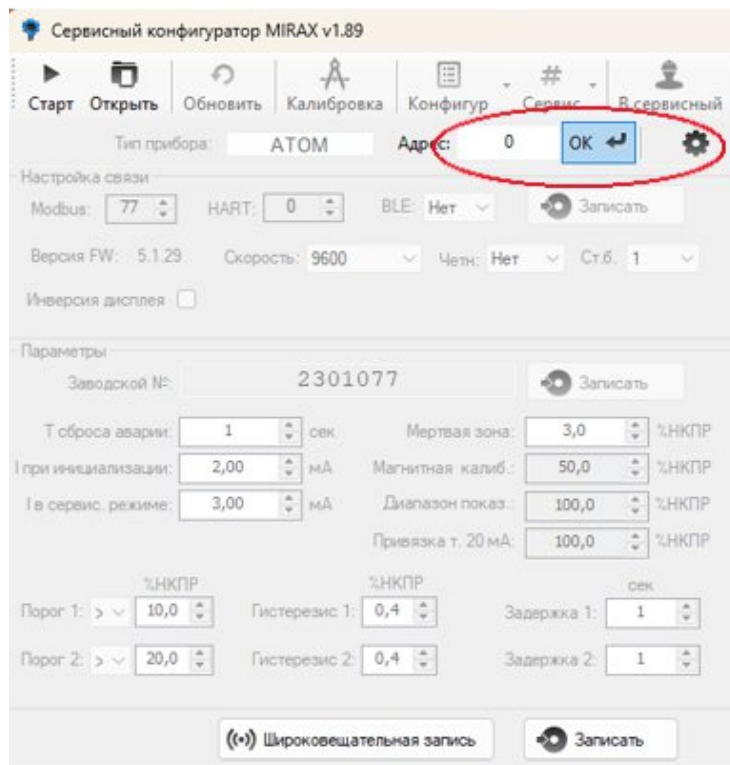

Рисунок 53
- 1) открыть приложение и нажать кнопку «ОК» (рисунок 53);